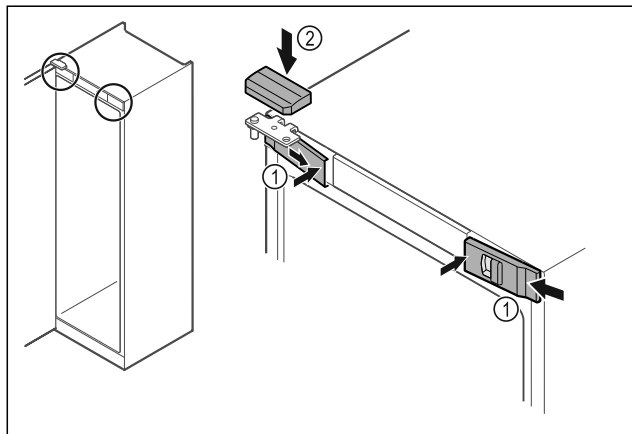

Fig. 45
- ▶ Bočno zakvačite prednje poklopce Fig. 45 (1) i uglavite ih iznutra.
- ▶ Uglavite gornji poklopac Fig. 45 (2) odozgo.